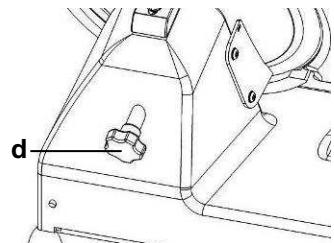

Рис.9
- Для того чтобы снять для очистки защитный кожух ножа (3), ослабить винт (d) сзади устройства (**рис. 9**) и нажать на него в направлении кожуха ножа.